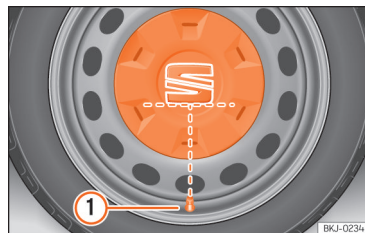

Рис. 194 Правильне положення малорозмірного ковпака (сталевий диск).
- Установіть декоративний ковпак на колісний диск. Внутрішній рельєф літери "S" емблеми SEAT повинен збігатися з вентилям шини >>> **рис. 194 ①**.